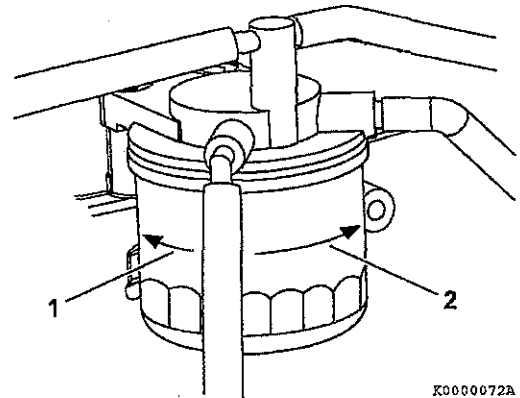

図 15
3. フィルタレンチを使って、燃料フィルタを左に回して外します (1, 図 15)。このとき、フィルタ内の燃料が下にこぼれないように布切れで受けます。こぼした燃料は、きれいにふき取ります。
5. 新しい燃料フィルタを取り付けます。座面が取付面に当たるまで手で右に回して締めます (2, 図 15)。その後、フィルタレンチで規定トルクで締め付けます。(または 1 回転締めます。)